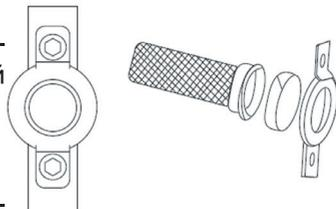

Рис. 23
2. Открутите 2 винта крепления и снимите прижимной фланец искрогасителя (рис. 23), расположенный на глушителе 11 (рис. 1).
3. Извлеките искрогаситель (рис. 23).